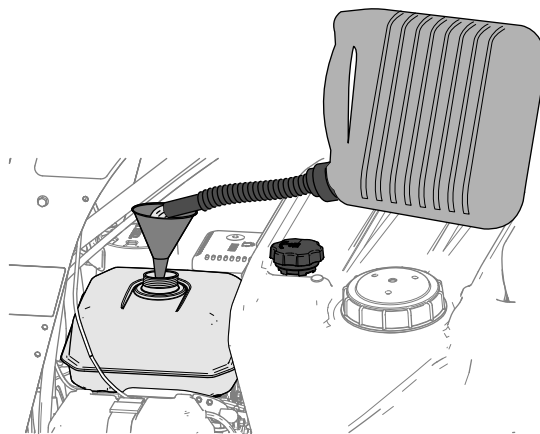

Figura 16
3. Limpie alrededor del tapón de combustible y retírelo (Figura 16).
4. Llene el depósito con combustible (Figura 16) hasta que el nivel esté a 6 a 13 mm ($\frac{1}{4}$ " a $\frac{1}{2}$ ") de la parte superior del depósito. **No deje que la gasolina llegue al cuello de llenado del depósito.**